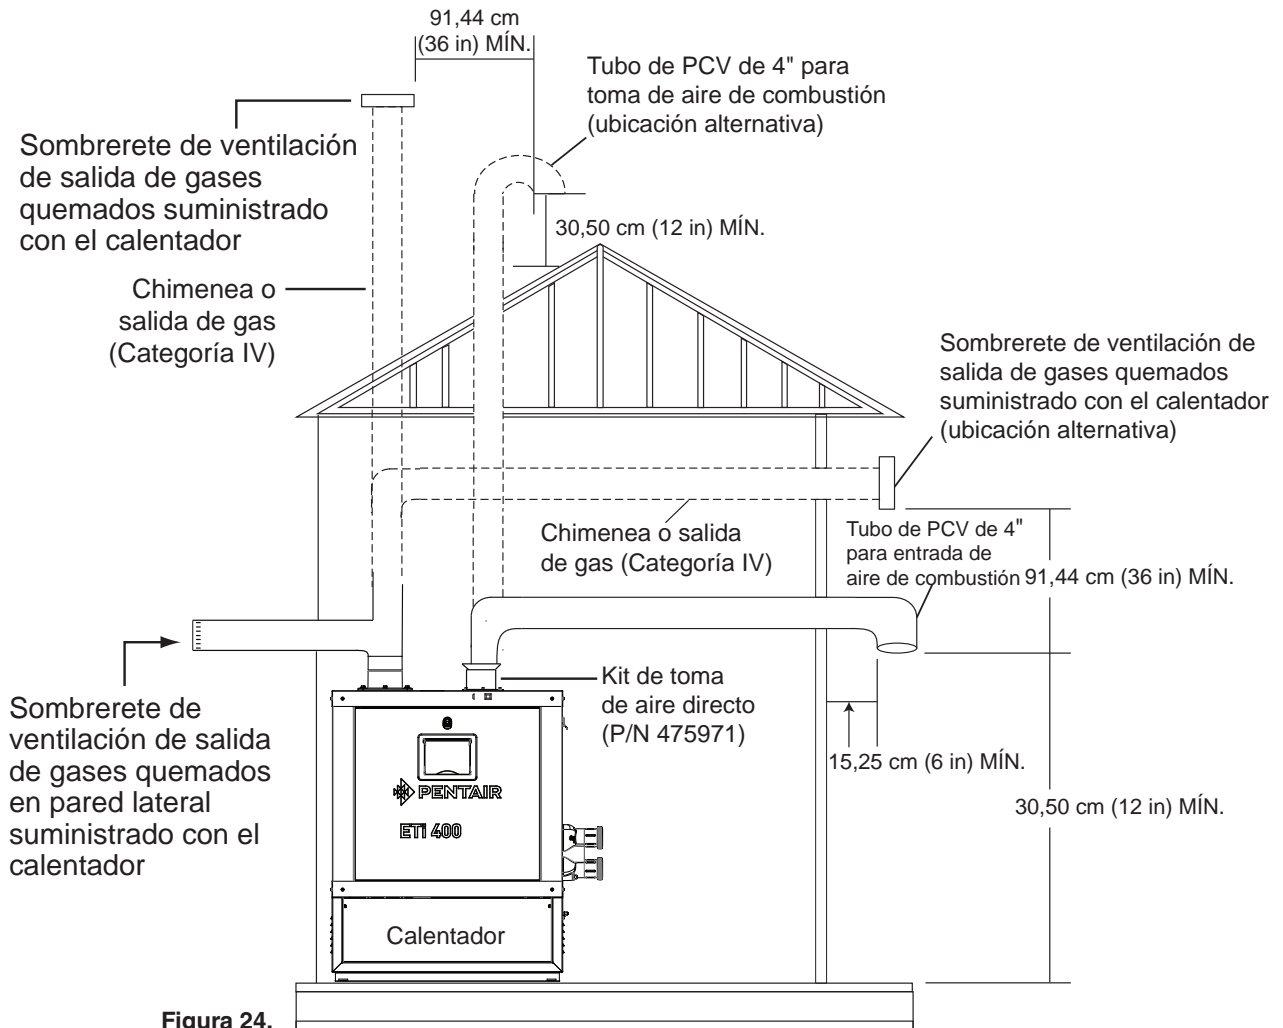
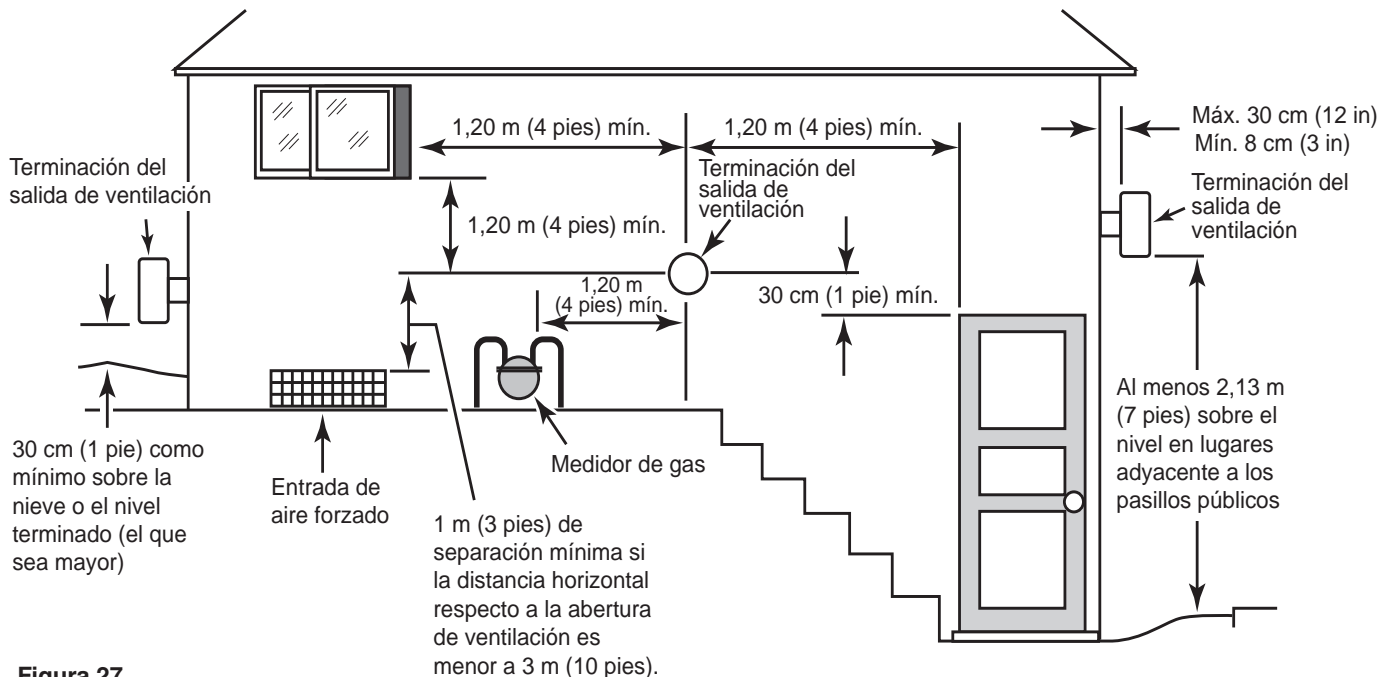
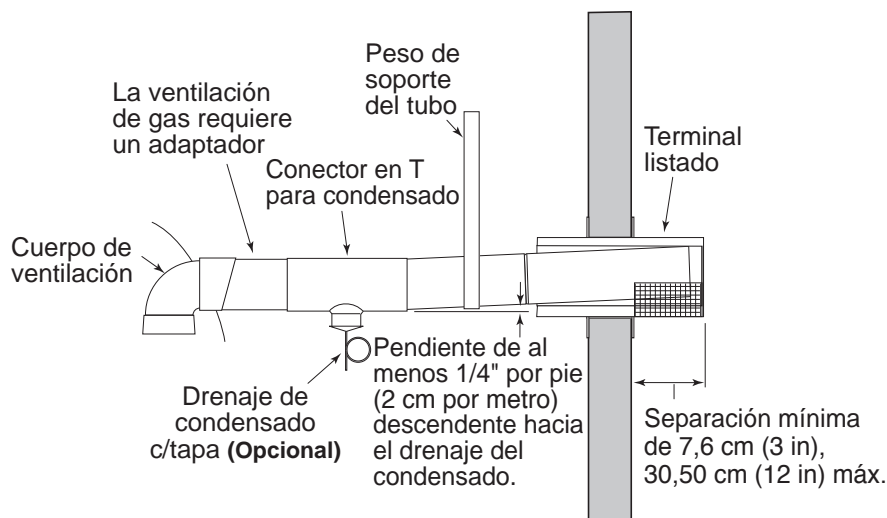
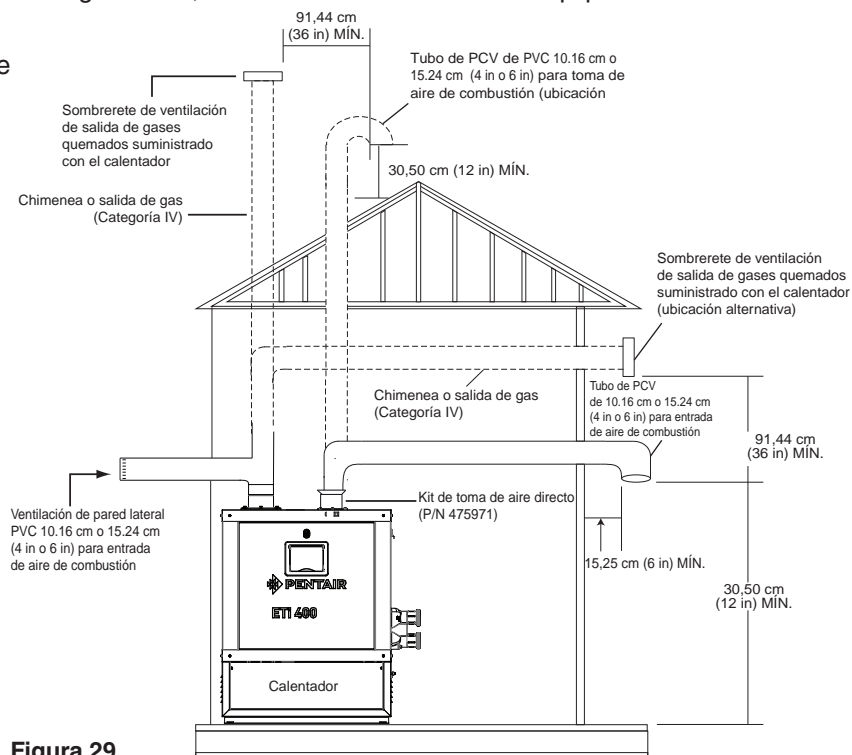

Figura 24.
Figura 27.
Figura 28.
Figura 29.
Un aparato que opera con una presión estática positiva de ventilación y con una temperatura de gas de ventilación que permite una producción excesiva de condensación en la ventilación; vea la Figura 24 (página 30) y la Figura 27 (página 34).
La abertura de entrada de aire DEBE instalarse a 30 cm (1 pie) como mínimo por encima de la línea del techo o de los niveles normales de nieve para que el flujo de aire circule libremente. El sombrero de extremo de la ventilación de salida de gases quemados Categoría IV debe tener un espacio libre vertical mínimo de 1 m (3 pies) desde el conducto de admisión de aire; vea la Figura 24.
## **VENTILACIÓN HORIZONTAL O VERTICAL (CATEGORÍA IV) – PRESIÓN POSITIVA** **(Vea la Figura 28, en la página 35 y la Figura 29, en la página 36)**
3. **Terminación de la ventilación:** vertical (vea la Figura 24 a continuación y la Figura 29 en la página 36 para conocer la altura de la terminación de la ventilación por encima del techo). Use el terminal de ventilación **aprobado** que se especifique en los códigos locales y nacionales y en las instrucciones del fabricante. La terminación del techo debe ser vertical. En Canadá, la ubicación del sombrerete debe tener una distancia mínima horizontal de 1,2 m (4 pies) desde los medidores de electricidad, los medidores de gas, los reguladores y las aberturas de alivio.
El terminal debe estar colocado de la siguiente manera (para Estados Unidos, vea la Figura 27 en la página 34):
- sobresaliendo 8 cm (3 in) como mínimo y 30 cm (12 in) como máximo de la pared (vea la Figura 29 en la página 36), según las instrucciones de ventilación del fabricante
El terminal debe colocarse de la siguiente manera (para Canadá, vea la Figura 27 en la página 34):
El sombrerete directo de la chimenea DEBE montarse en la parte exterior del edificio. El sombrerete directo no puede instalarse en un pozo o bajo nivel. El sombrerete de ventilación directa debe instalarse a 0,30 m (1 pie) como mínimo por encima del nivel del suelo y por encima de los niveles de nieve normales; vea la Figura 27, en la página 34. El sombrerete de la ventilación directa NO DEBE instalarse con ninguna entrada de aire de combustión directamente arriba de un sombrerete de ventilación. Esta separación vertical permitiría que los productos del tubo del sombrerete directo sean succionados por la toma de aire de combustión instalada arriba.
Durante el ensamblaje, se debe cuidar que todas las uniones estén adecuadamente selladas y sean herméticas. Se debe drenar la ventilación para prevenir la posible acumulación de condensación en los tubos de ventilación. Se recomienda aislar la ventilación. La aislación es necesaria en las instalaciones de climas fríos (esto es, por debajo de los 4 °C o 40 °F). Se recomienda aislar la ventilación de entrada (vea la Figura 29) en los climas fríos.